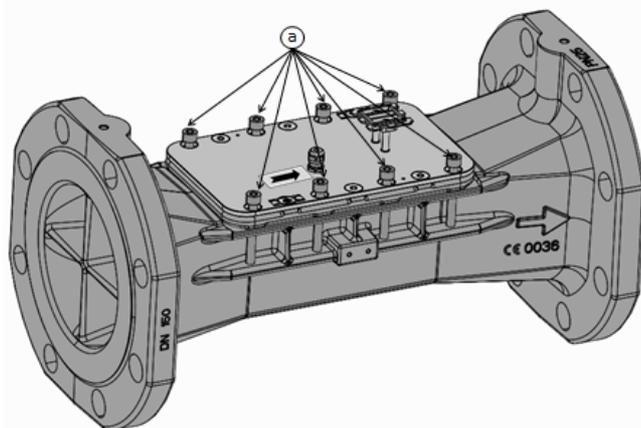

Abb. 1: Schrauben „a“
- Lösen Sie die Schrauben „a“ (siehe Abb. 1).